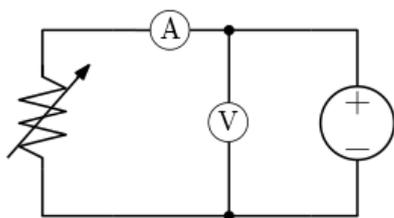

Figura 1: Circuito da segunda parte da experiência 0
- Utilizando a saída de 0-17V CC da fonte Leybold e o reostato, monte o circuito da Figura 1. Os círculos com A e com V representam voltímetros e amperímetros;